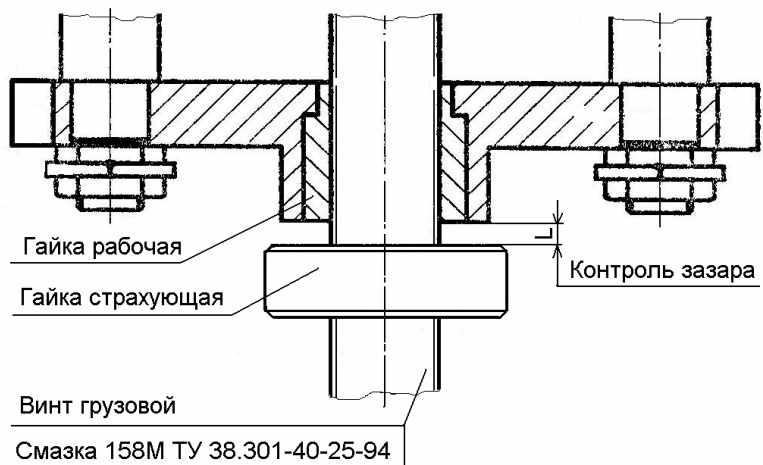

Рис. 6. Карта смазки подъемника П263
- проверить наличие смазки в упорных подшипниках и на грузовых винтах, при необходимости – смазать (см. Рис. 6).
- проверить зазоры L (см. выноску III на рис.6) между страхующей и рабочей гайками на стойках (см. п. 5.14). Результаты замеров зафиксировать в таблице № 2.
- произвести смазку стоек подъемника в соответствии с картой смазки (см. Рис. 6).